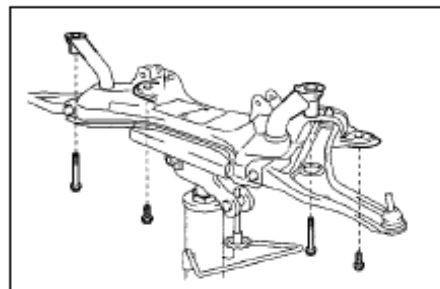

Рис. 188
- (2) Поднимите балку переднего моста с помощью гидравлического домкрата
- (3) Отсоедините балку переднего моста, выкрутив 4 болта(рис. 188)